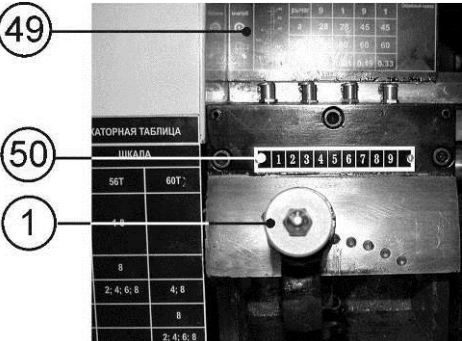
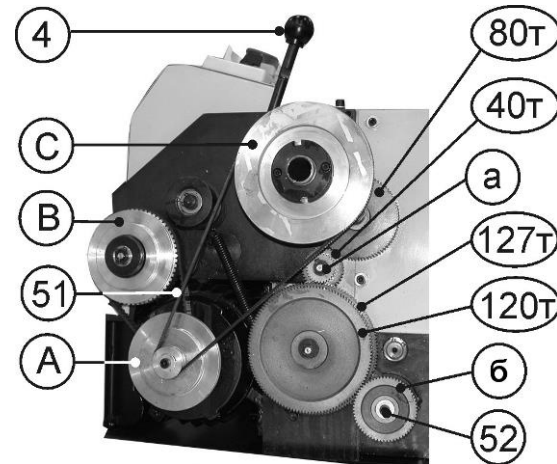

Рис. 18
Рис.19
10.4.4. Станок оборудован коробкой скоростей автоматической подачи в диапазоне от 0,12 мм до 0,33 мм за один оборот шпинделя (см. таблицу 2 и шильдик (49), Рис. 18.)
10.4.5. Откройте защитный кожух гитары (2), как указано в п. 9.3.2. По таблице 2 установите необходимые шестерни (а) (б), Рис. 19, и закройте защитный кожух (2), п. 9.3.2.
10.4.6. Пользуясь таблицей 2, при **выключенном станке**, перемещая рычаг переключения скорости автоматической подачи (1), при необходимости проворачивайте патрон (8), Рис. 18, Можно менять скорость автоматической подачи. Например, при установке шестерен а=28Т и б=60Т, Рис. 19, в положении 9 рычага переключения скорости автоматической подачи (1) по шкале (50) – скорость подачи равна 0,12 мм на один оборот шпинделя.
При установке рычага переключения скорости автоматической подачи (1) в положение 1 по шкале (50) – скорость подачи равна 0,21 мм на один оборот шпинделя и т.д., Рис. 18.
При каждом перемещении рычага переключения скорости автоматической подачи (1) необходимо рычаг натяжения ремня (4) привести в крайнее положение от себя, Рис. 19.
10.5.2. Переставляя клиновой ремень (51) на шкивах А,В,С в положения 1,2,3 согласно таблице 3, можно ступенчато изменять скорость вращения шпинделя – 100; 250; 350; 500; 900 и 1800 об/мин., Рис. 19, (А,В,С - шкивы). Например, при установке клинового ремня (51) на шкивах В,С в положении 1 – скорость вращения шпинделя равна 100 об/мин, а в положении 3 - скорость вращения равна 500 об/мин и т.д., Рис. 19.
10.6.4. Комбинации использования шестерен для нарезания резьбы см. в таблице 4 и Рис. 19.
1. См. Рис. 19
Рычаг переключения скорости автоматической подачи (1), Рис. 18, в положении 1
2. См. Рис. 19
Рычаг переключения скорости автоматической подачи (1), Рис. 18, в положении 7
10.6.5. Отвинтите крепёжный болт (52), закрепляющий шестерню (б) и снимите стопорную шайбу шестерни (а), Рис. 19.
10.6.6. Осторожно снимите шестерни, чтобы сохранить на месте шпонки на валах и установите необходимые шестерни (а) и (б). Количество зубьев на каждой шестерне промаркировано. Установите крепежный болт (52) шестерни (б) и стопорную шайбу шестерни (а), Рис. 19.
10.6.8. Положение шестерен 120Т и 127Т для метрической резьбы показано на Рис. 19.
10.6.9. Для нарезания дюймовой резьбы шестерни 120Т и 127Т необходимо поменять местами, Рис. 19.